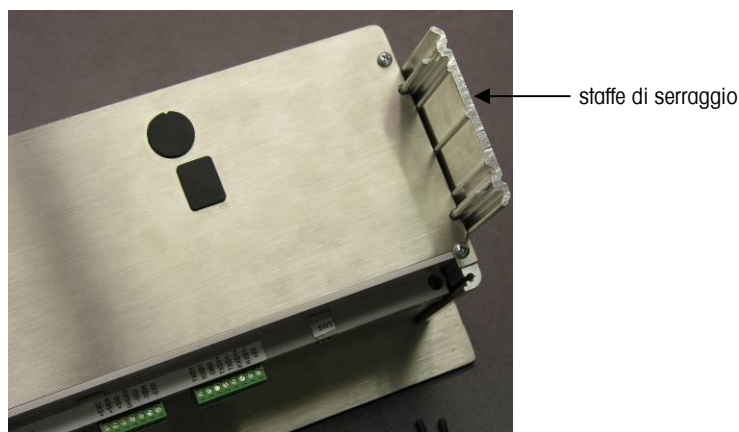

Figura 2-3: Staffe di serraggio
1. Allentare e rimuovere le quattro viti a testa Allen che fissano le staffe di serraggio al lato dell'alloggiamento (vedere Figura 2-3). Utilizzare la chiave Allen da 2 mm inclusa con il terminale.